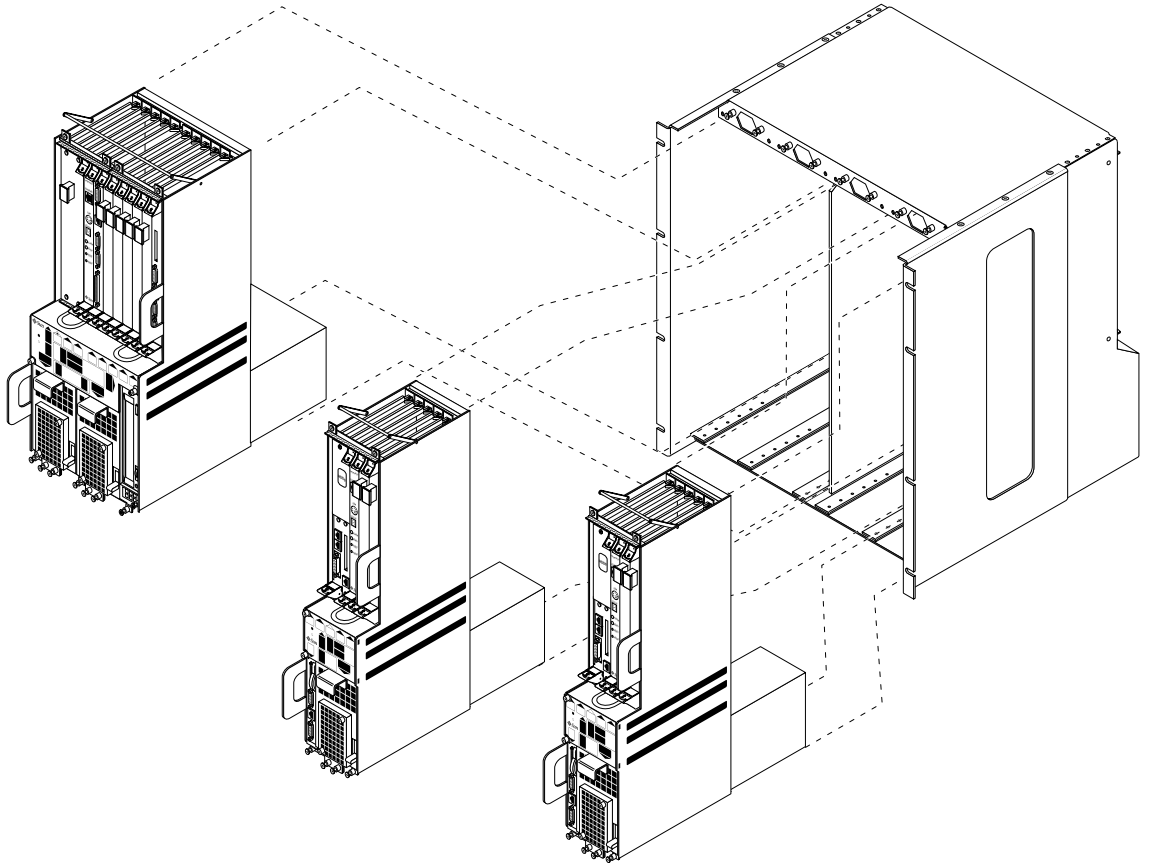

図 1-12 シャーシに 1 台の Netra ct 800 サーバーと 2 台の Netra ct 400 サーバーを装着
- 1 台の Netra ct 800 サーバーと 1 台または 2 台の Netra ct 400 サーバー (図 1-12)